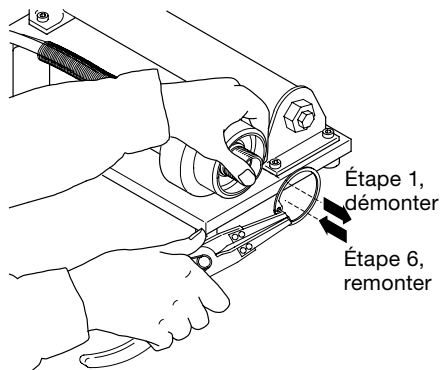

Figure 1 : Démontage et remontage de l'anneau de retenue
1. Retirez l'**anneau de retenue** de la **capsule hydraulique** à l'aide de la **pince**. Voir la figure 1.
6. Réinstallez l'**anneau de retenue** dans la **capsule hydraulique** à l'aide de la **pince**. Voir la figure 1.